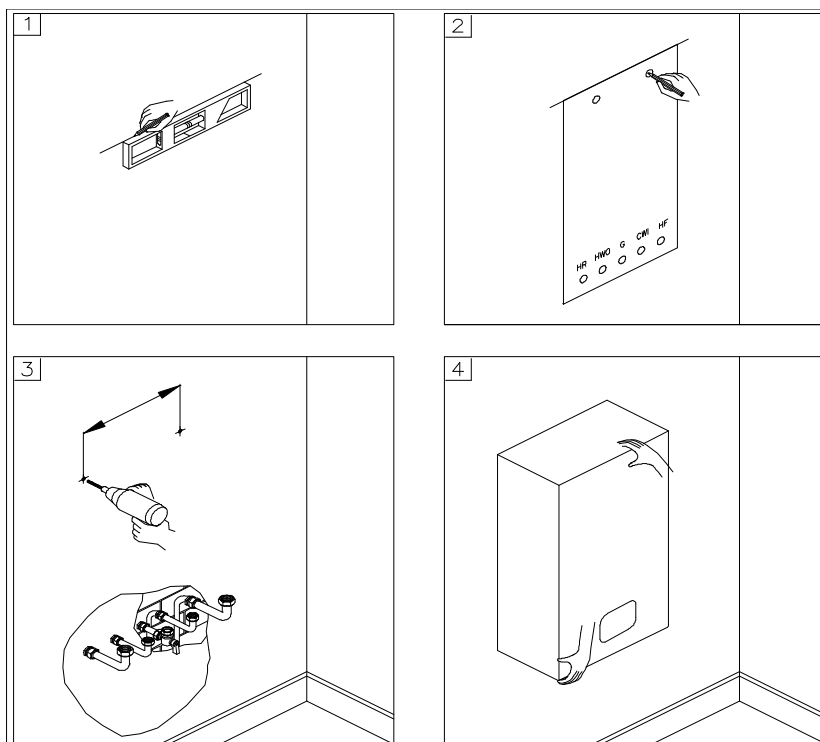

Рис. 2
Для установки котла выполните следующие действия (см. рис. 2):
- Для облегчения установки котел поставляется с комплектом гидравлического соединения (см. рис. 2).